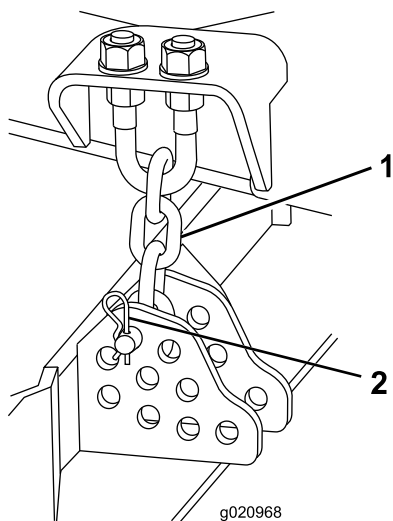

図 17
9. 刈高チェーンを刈り込みデッキ後部に固定しているヘアピンコッターとクレビスピンを取り外す 図 17。